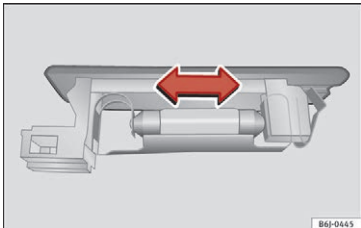

Fig. 104 Bagagerumsligte*
- Tryk pæren til siden, og tag den ud af holderen »» Fig. 104.